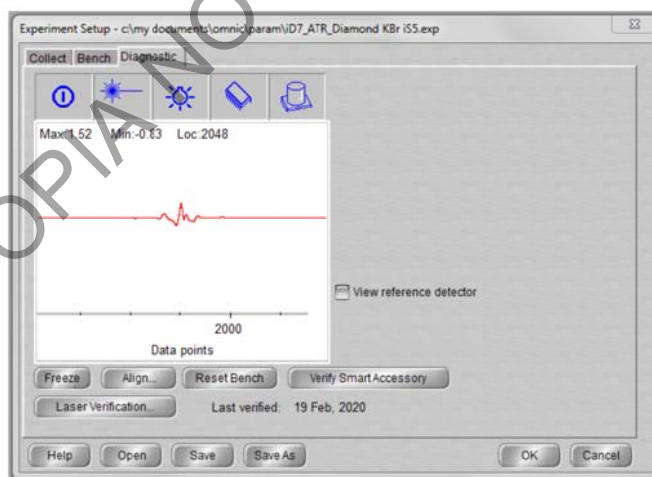

Figura 5: Opciones de la pestaña "Diagnostic" de la ventana emergente: "Experiment Setup".
7.3.5 Seleccione en la misma ventana emergente la pestaña "Diagnostic" y verifique que en el diagrama no se presente ninguna alerta como se muestra en la Figura 5.